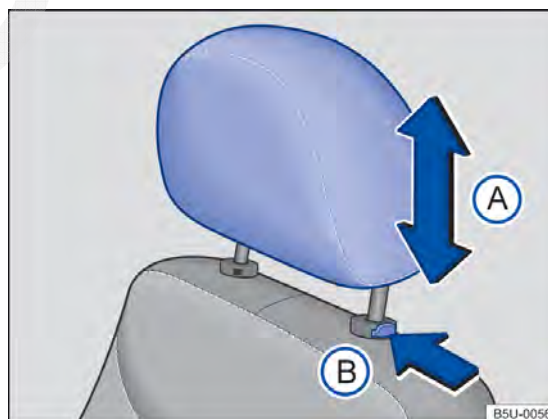

Fig. 40 Desinstalar o apoio para cabeça dianteiro.
- Pressionar a tecla → Fig. 40 (B) no sentido da seta. Retirar o apoio para cabeça com a tecla pressionada.
- Empurrar o apoio para a cabeça totalmente para baixo com o botão → Fig. 40 (B) pressionado.